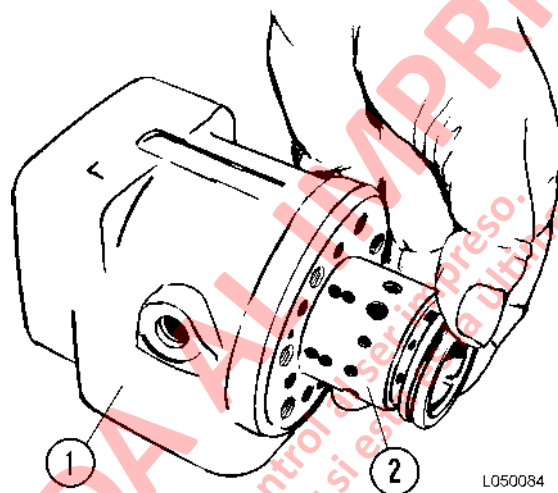

FIGURA 5-11. MONTAJE DEL CARRETE
9. Posicione la unidad de control de la dirección con la caja en posición horizontal. Guíe lentamente el carrete (lubricado) y la camisa con las partes ajustadas en la cavidad aplicando leves movimientos de giro. Consulte la Figura 5-11..